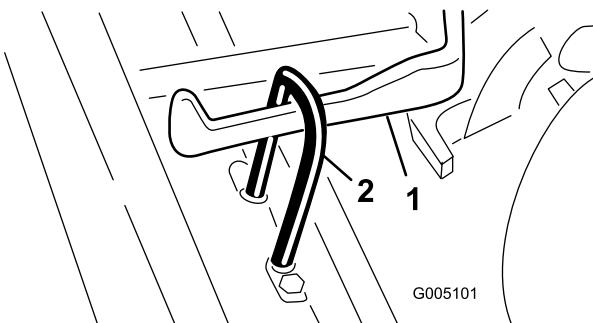

Figura 12
- Deslice la unidad de corte por debajo del bastidor de tiro mientras engancha el gancho de elevación en el brazo de elevación (Figura 12).